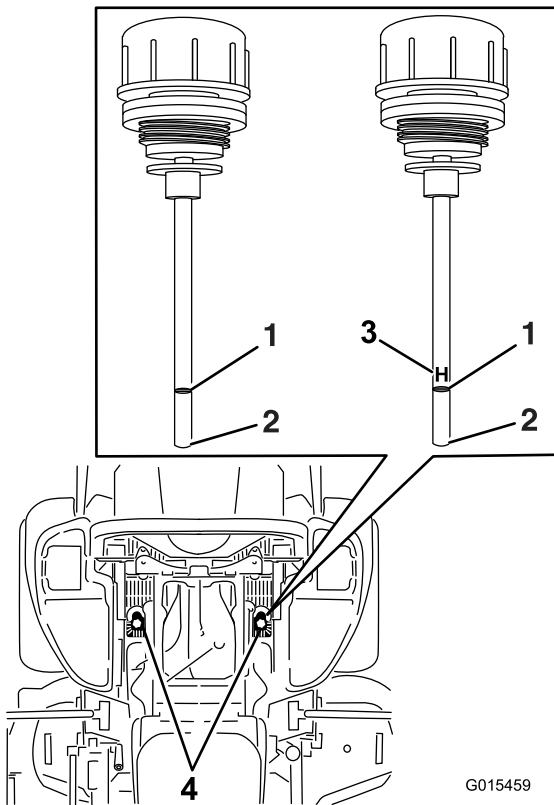

Figura 103
5. Limpe a zona em torno das varetas dos reservatórios do sistema hidráulico (Figura 103).
6. Retire uma vareta do reservatório hidráulico (Figura 103).
8. Retire a vareta do óleo e verifique a extremidade (Figura 103).